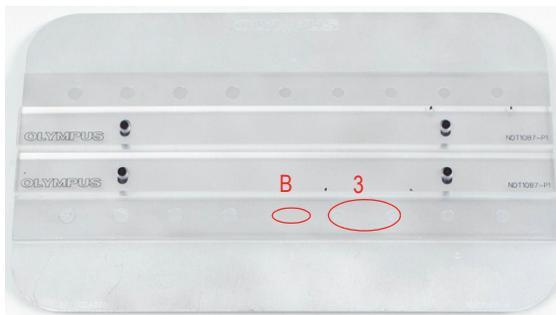

Рис. 5-127 Положение 3 образца
21. Установите преобразователь на образец в положение 3 (см. Рис. 5-127 на стр. 230), затем нажмите клавишу A-LIFT NULL (⊕).